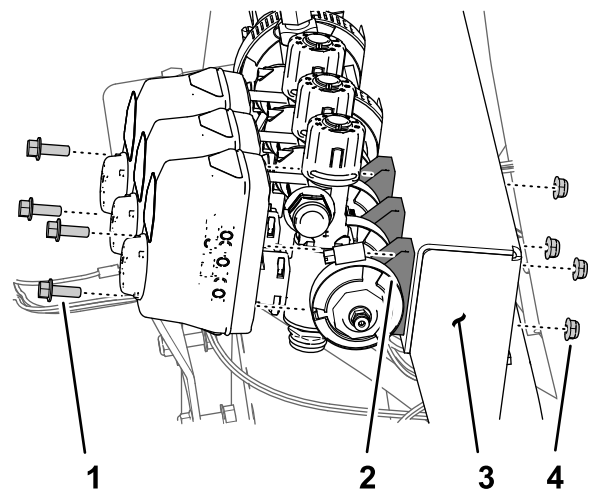

Bild 68
2. Entfernen Sie die zwei Bundkopfschrauben (1/4" x 3/4") und die zwei Sicherungsmuttern (1/4"), mit denen das rechte Auslegerabschnittventil an der Verteilerbefestigung befestigt ist (Bild 68).
3. Entfernen Sie die Flanschklammer (40 mm bis 64 mm) und die Dichtung (25 mm x 35 mm), mit denen der Flansch des linken Abschnittventils am Adapter befestigt ist (Bild 68).
1. Entfernen Sie die zwei Bundkopfschrauben (1/4" x 3/4") und die zwei Sicherungsmuttern (1/4"), mit denen das linke Auslegerabschnittventil an der Verteilerbefestigung befestigt ist (Bild 68).